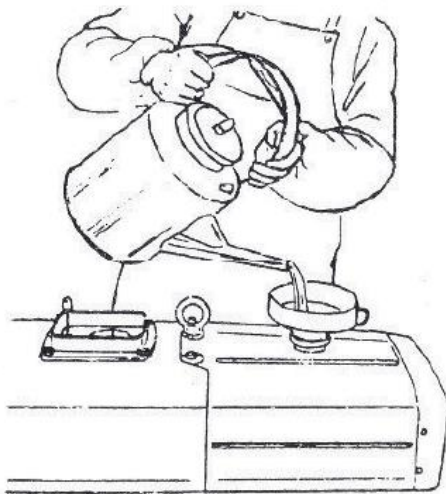

Fig. 3 Colocar combustível no tanque
- Abrir o tanque de combustível, colocar Diesel limpo já totalmente filtrado (Fig. 3).